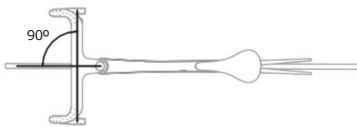

Figure 1.6: Alignement correct du guidon et de la selle.
- Assurez-vous que le guidon est à 90° par rapport à la roue (Figure 1.6)